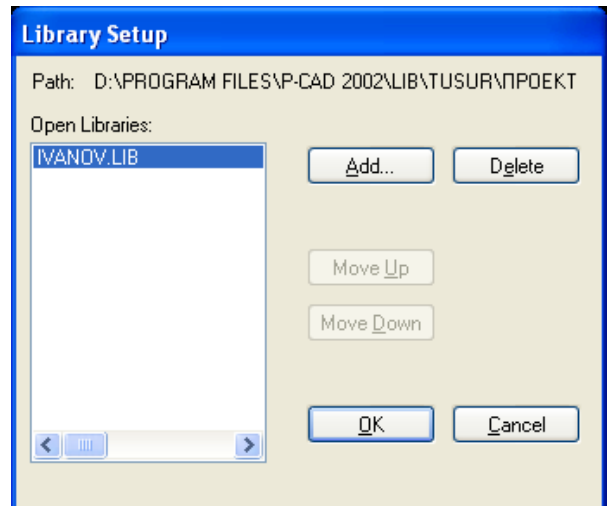

Рисунок 5.8 - Диалоговое окно **Library Setup** (Установка Библиотек)
- Для определения множества библиотек списка **Library**, из которых будут загружаться ЭРЭ, необходимо нажать панель **Library Setup**. Откроется окно, в котором представлены загруженные библиотеки (рис. 5.8). Нажать кнопку **Add**. В появившемся стандартном окне **Windows** надо выбрать файл с разработанной нами библиотекой **Ivanov.lib** и нажать кнопку «Открыть». После этого нажать кнопку **OK** в окне **Library Setup**.